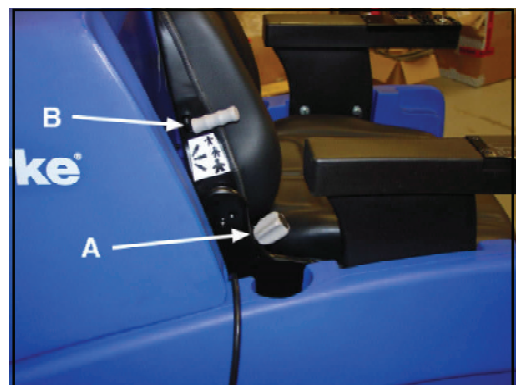

Abbildung 20
2. Der Winkel der Rückenstützung des Sitzes kann justiert werden. Drehen Sie dazu den Hebel rechts von der Mitte des Sitzes. Durch Drehen dieses Hebels im Uhrzeigersinn wird der Sitz in eine vertikālere Position gebracht. Durch Drehen dieses Hebels gegen den Uhrzeigersinn wird der Sitz zurückgeneigt. Siehe Abbildung 20, Element A.
3. Die Federung des Sitzes kann je nach Bedienerkomfort justiert werden. Benutzen Sie dazu den Hebel an der Seite der Rückenstütze des Sitzes. Es stehen drei Positionen zur Auswahl. Die obere Position ist für Benutzer mit niedrigem Körpergewicht vorgesehen. Die mittlere Position ist für Benutzer mit mittlerem Körpergewicht vorgesehen. Die untere Position ist für Benutzer mit hohem Körpergewicht vorgesehen. Siehe Abbildung 20, Element B. **HINWEIS: Der Hebel muss fest eingedrückt werden, um die Position zu verändern.**